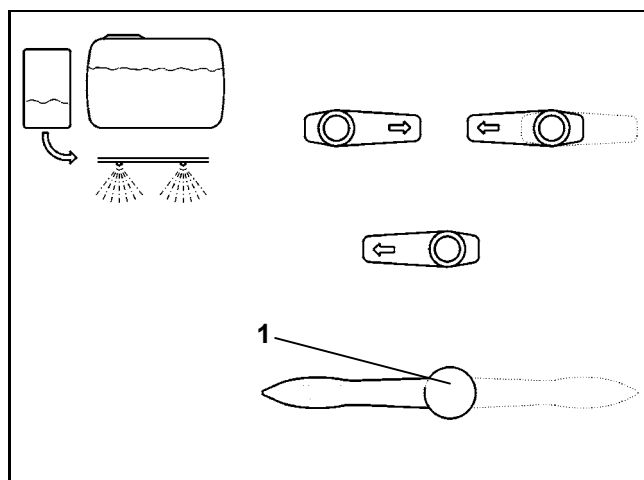

Fig. 7.22
- Amenez les robinets multi-voies sur la position "Rincer" (fig. 7.22).